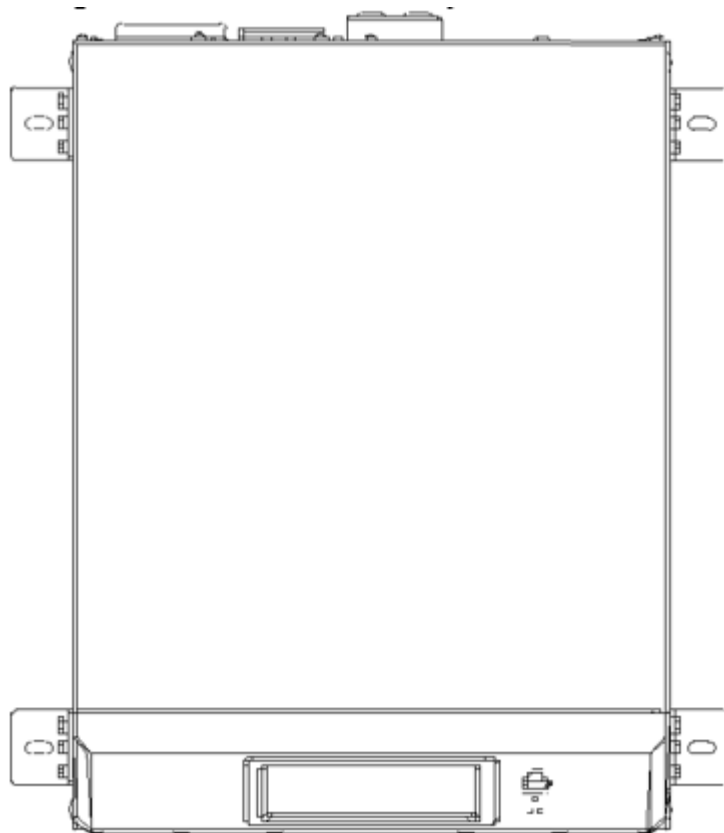
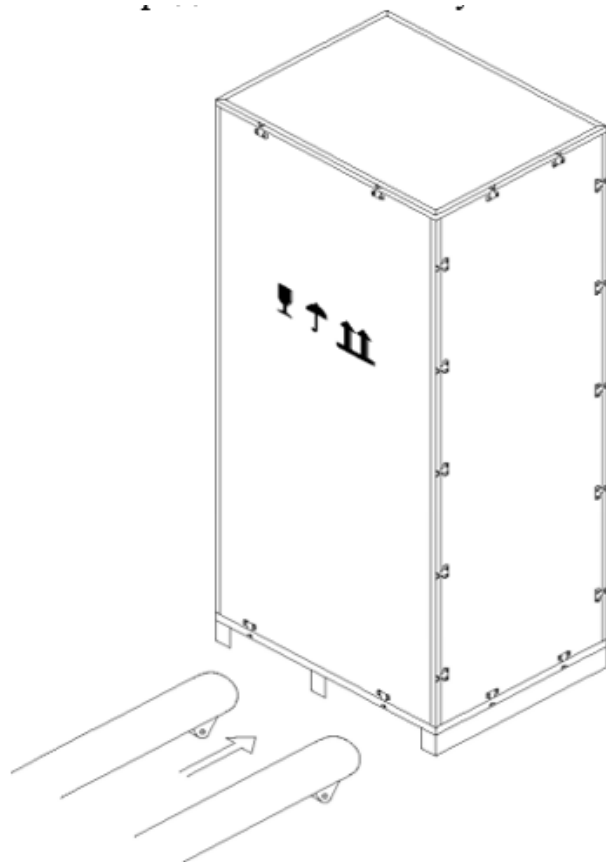

Рис. 3.1 Шкаф. Вид сверху
Рис. 3-3 Перемещение к месту установки
Габариты ИБП указаны на Рис.3-1 – Рис.3-3
Перед ИБП необходимо оставить минимум 0.8 м свободного пространства для обслуживания, а сзади ИБП – минимум 0.5 м для вентиляции и охлаждения. Необходимое свободное пространство вокруг ИБП указано на Рис. 3-1
2. Переместите ИБП к месту установки, используя погрузочную тележку (см. Рис.3-3).